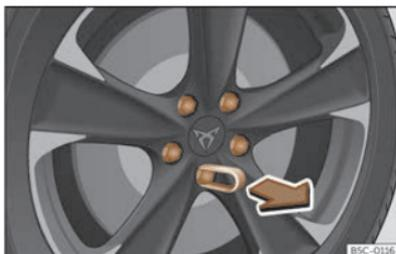

Fig. 213 Ruota: viti della ruota con tappi.
- Incastrare la pinza di plastica (attrezzo di bordo >>> **fig. 182**) sul tappo fino a che non scatta >>> **fig. 213**.